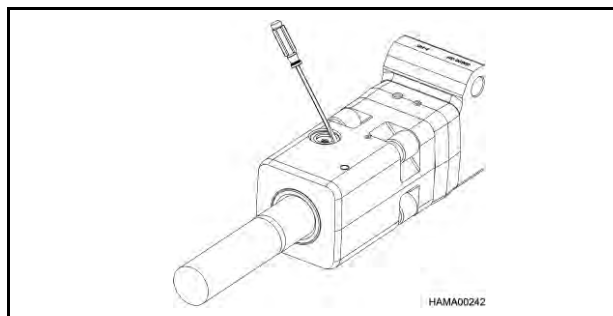
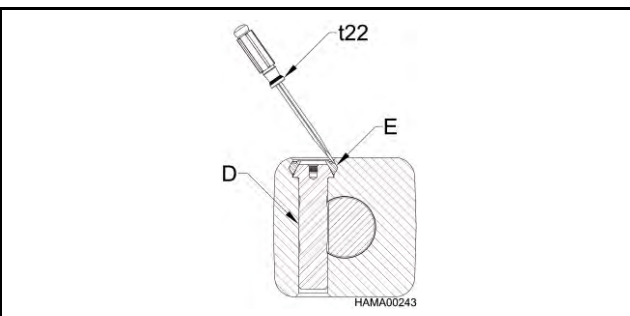

Figure 1
Figure 2
1. Retirer l'anneau de la goupille de retenue (E) à l'aide d'une paire de pinces ou d'un tournevis (t22), voir les figures 1 et 2. L'anneau sort facilement s'il est tiré en biais, comme illustré à la figure 2.